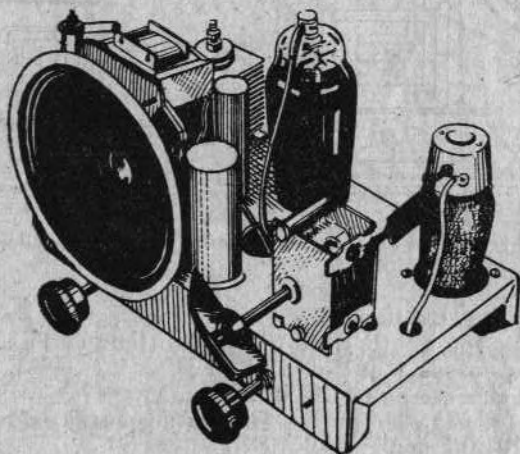

FIG. 54. — Montage des éléments sur le châssis
**Montage et câblage.** — En vous reportant aux figures 54 et 55, fixez les divers éléments sur le châssis. Pour les supports des lampes, respectez l'orientation qui est donnée, en tenant compte qu'ils comportent quatre cosses très rapprochées et quatre autres plus espacées. Repliez légèrement les cosses à souder du bloc de bobinages, pour qu'elles ne touchent pas le fond du châssis. Aux trois points marqués « m » (plaquettes HPS et AT, support CBL6), mettez une cosse de masse en contact avec le châssis.